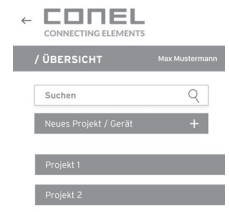

Abb. 9.11
- / das angelegte Projekt wird in der Übersicht angezeigt (Abb. 9.11)